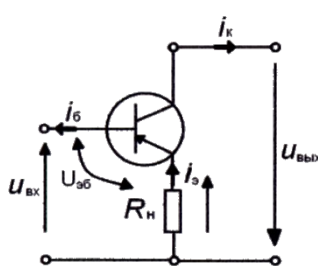

Рисунок 5 – Схема с общим коллектором.
**Схема с общим коллектором.** Схема включения транзистора с общим коллектором (рисунок 5) имеет большое входное и малое выходное сопротивления. Поэтому ее часто применяют в многокаскадных усилителях в качестве согласующего каскада и выходного каскада при работе на низкоомную нагрузку.